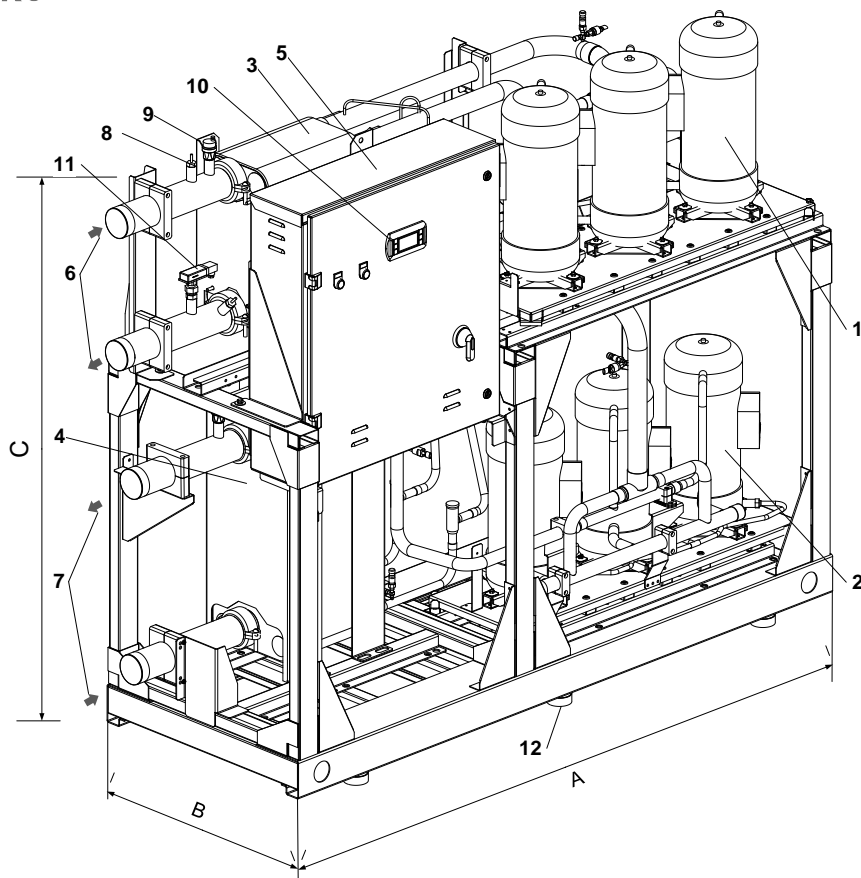

Рисунок 3.1. Компонка и основные размеры чиллеров с водяным конденсатором
Основные элементы конструкции (см. рисунок 3.1):
Чиллеры поставляются в собранном и готовом к установке виде (заправленные фреоном). Каждый чиллер снабжается настоящим паспортом, руководством по монтажу и эксплуатации и комплектом принципиальных электрических схем (внутри корпуса в щите управления (рис. 3.1, поз.5).
1. Резиновые виброопоры корпуса (рис.3.1, поз.12) не установлены и закреплены на корпусе.